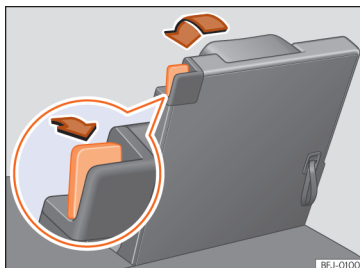

Abb. 122 Dritte Sitzreihe: Sitz in Ladebodenposition klappen.
- Entfernen Sie Gegenstände aus dem Fußraum vor und hinter dem Rücksitz »» ❶.
- Entriegelungshebel »» **Abb. 122** ganz nach hinten ziehen, um die Sitzlehne zu entriegeln.
- Schlaufe an der Sitzlehne »» Abb. 122 ziehen, um die Lehne zurückzuklappen. **ODER:** klappen Sie die Sitzlehne mit der Hand vom Innenraum aus zurück.
- Die rote Markierung am Entriegelungshebel »» Abb. 122 darf nicht mehr sichtbar sein.
- Eine rote Markierung an dem Entriegelungshebel »» Abb. 122 signalisiert eine nicht eingerastete Lehne. Die rote Markierung darf im korrekt eingerasteten Zustand nicht sichtbar sein.
① VORSICHT